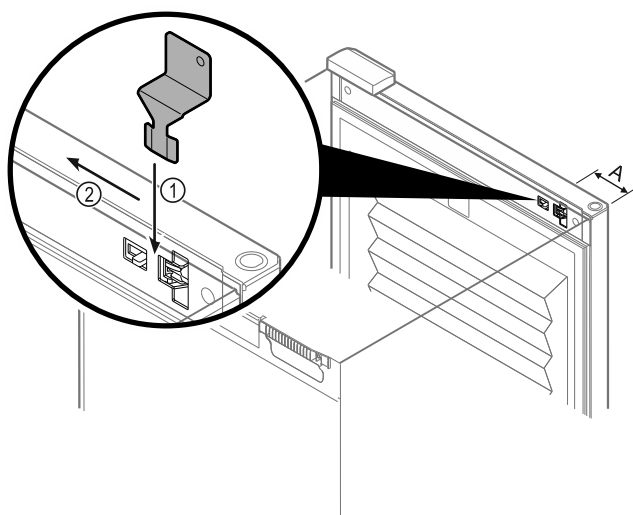

Fig. 101
- Posizionare la chiave di sblocco di emergenza nella posizione specificata Fig. 101 (A) $\approx$ 100 mm.
- Inserire la chiave di sblocco di emergenza Fig. 101 (1) tra la porta e il corpo dell'apparecchio dall'alto fino a battuta.
- Tirare la chiave di sblocco di emergenza verso la cerniera. Fig. 101 (2)